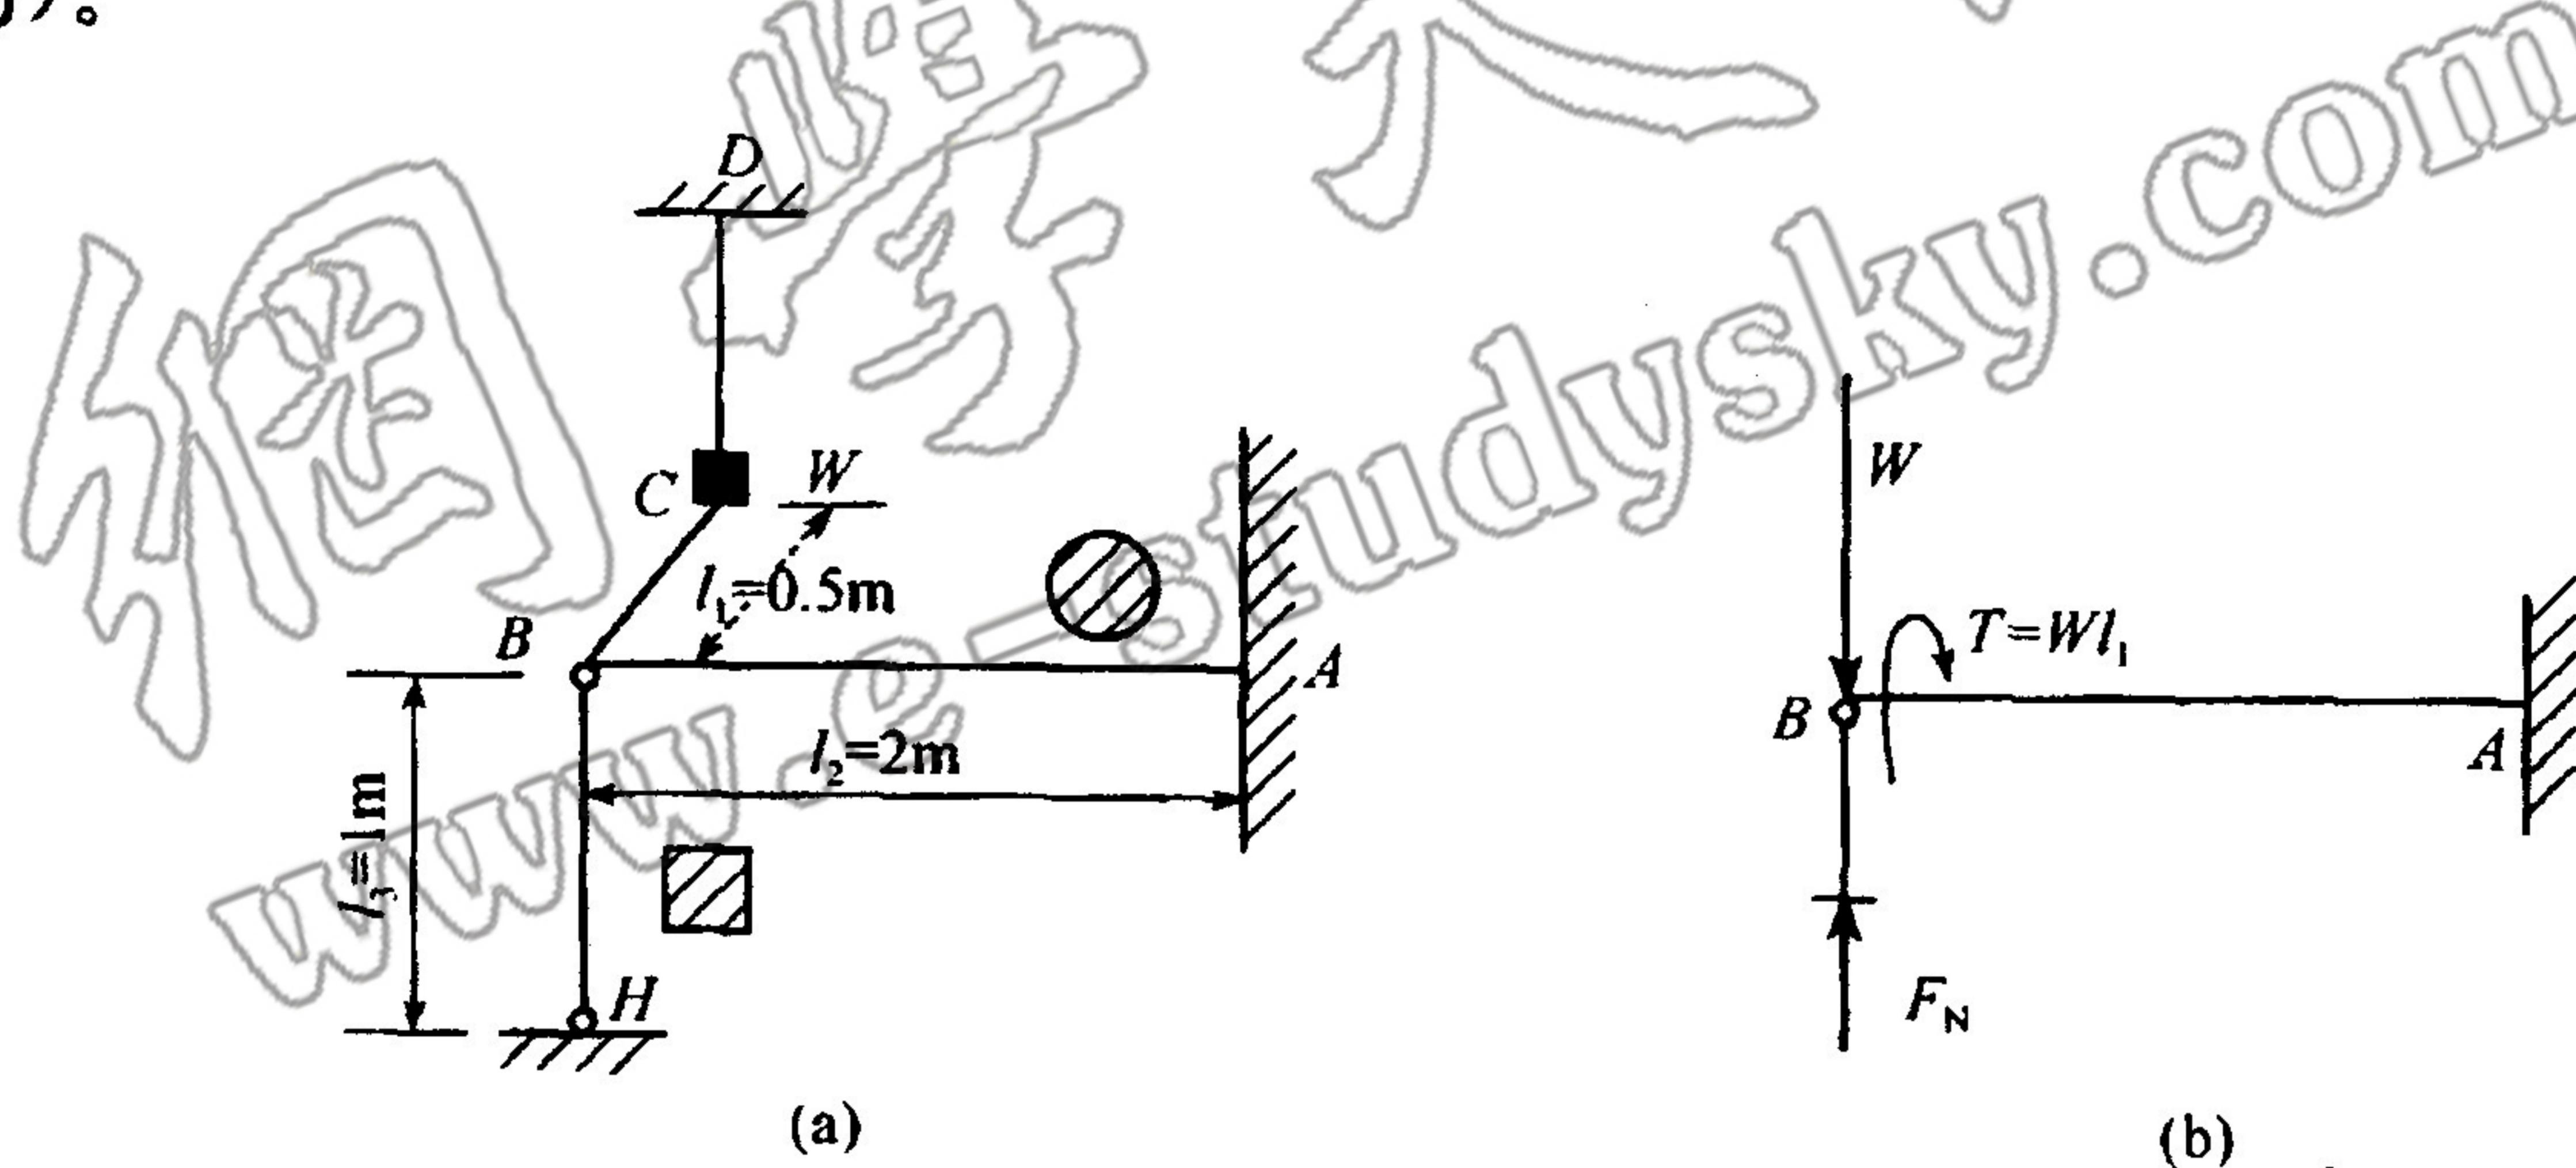

图 7.13
5. 如图 7.13 所示，ABC 是一直角曲杆，截面直径 $d = 100\text{mm}$ ，在 B 点处由 BE 杆稳定支撑，BE 杆截面是边长为 40mm 的正方形。曲杆和支撑杆的材料相同， $E = 200\text{GPa}$ 。 DC 杆悬挂重物 $W = 20\text{kN}$ ，和曲杆在 C 点相接触而无相互作用，由于干扰 DC 杆突然断裂。试用第四强度理论校核曲杆。许用应力 $[\sigma] = 160\text{MPa}$ （计算中可把 BC 看成刚性的）。